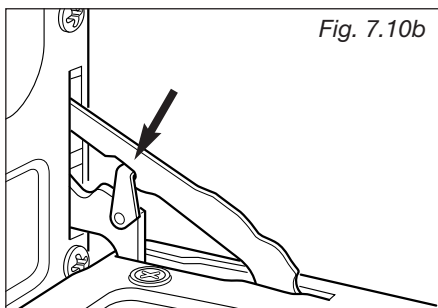

Fig. 7.10b
- Accrocher la bague de retenue au charnon opposé des charnières de gauche et de droite (fig. 7.10B).